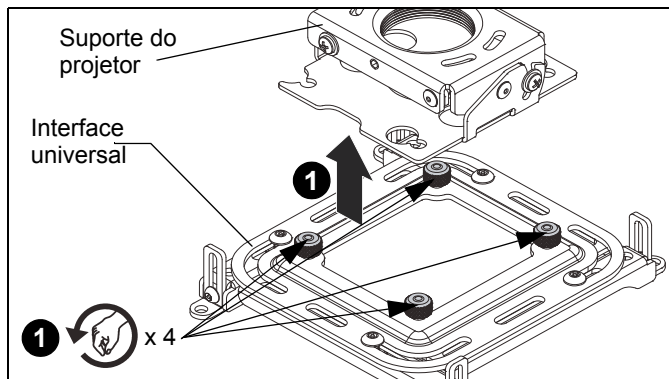

Figura 8
1. Desaperte (mas **NÃO** remova) quatro porcas borboleta na interface universal e remova o suporte do projetor da interface universal. (Consulte a Figura 8)